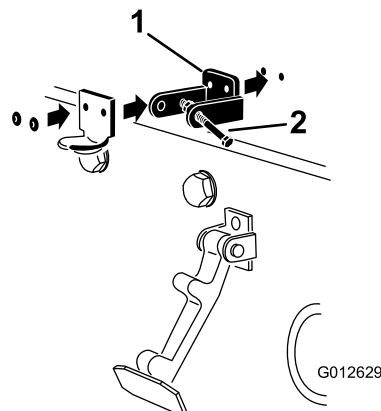

Рисунок 4
Примечание: Стопорный кронштейн должен быть прижат к капоту (Рисунок 4). Не снимайте болт с гайкой в сборе с рычага стопорного кронштейна.
6. Приклепайте кронштейны и шайбы к капоту (Рисунок 4).